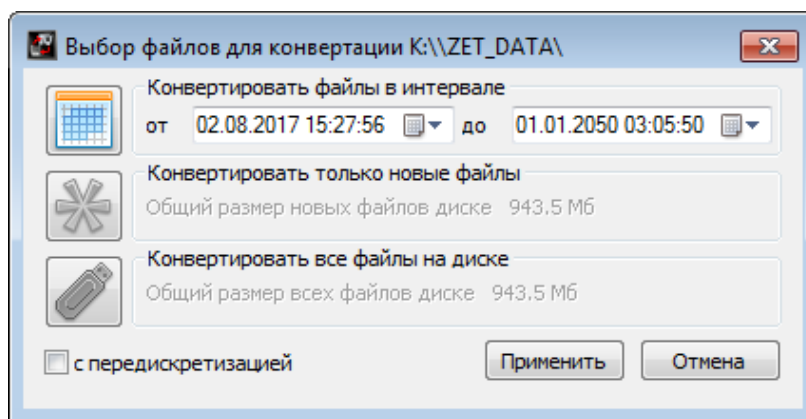

Рис. 4.1 Программа конвертации файлов
3. На компьютере автоматически запустится программа «Выбор файлов для конвертации с диска». Данная программа предназначена для копирования и конвертации файлов с внутренней памяти регистратора на компьютер в формате ПО «ZETTrends» (Рис. 4.1).